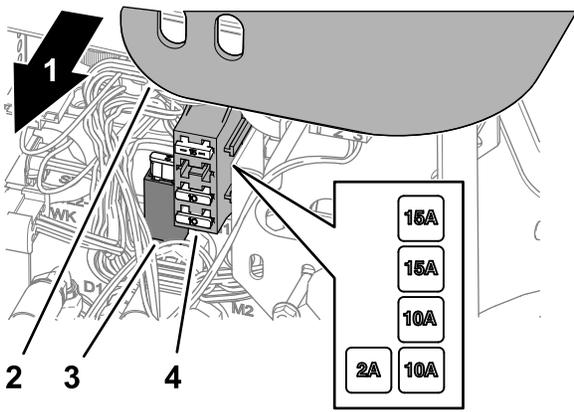

图 65
1. 从控制臂上提起盖子图 65。
2. 在保险丝座或保险丝盒中找到熔断的保险丝 图 65。
4. 将盖子组装到控制臂上 图 65。